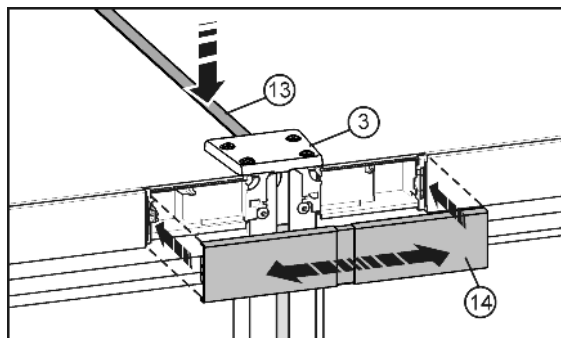

Fig. 10
- ▶ În partea superioară, presați profilul scurt Fig. 10 (13) în fantă. Profilul trebuie să fie aliniat cu muchia din față a plăcii de îmbinare Fig. 10 (3).
- ▶ Aplicați capacul Fig. 10 (14) pe porțiunea încă deschisă dintre cele două măști ale panoului de comandă. Aveți grijă ca laturile exterioare ale capacului să fie aliniată la nivel cu măștile panourilor de comandă. Capacul poate fi extras în acest scop.